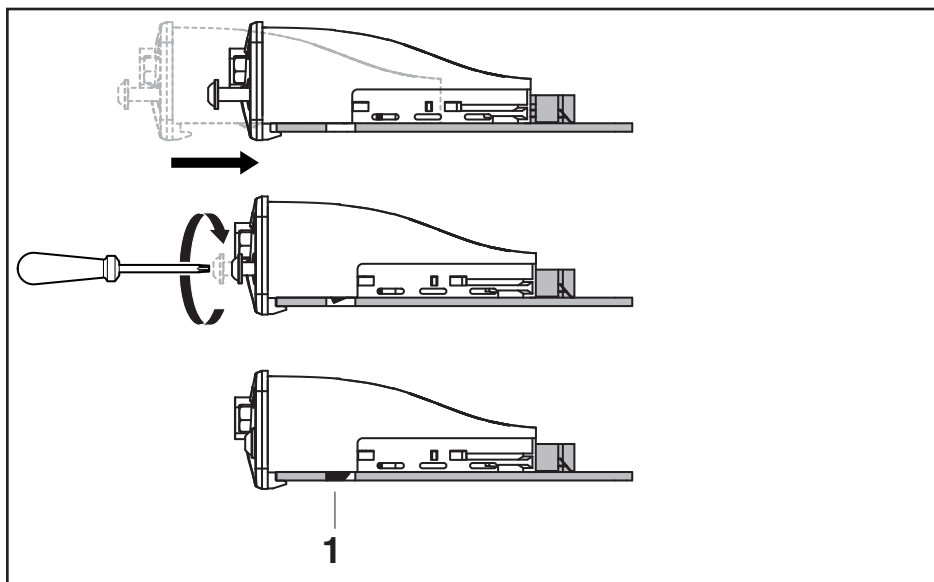

Fig. 3: Modalità di bloccaggio
3. Serrare a fondo le viti torx fino a che non siano perfettamente a paro del pannello frontale. Girando le viti la scheda a circuito stampato viene bloccata. Solo dopo avere avvitato saldamente il modulo interfaccia il bloccaggio è completo (ved. Fig. 3).